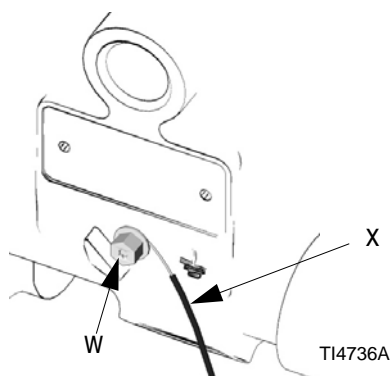

FIG. 2: Collegamento del filo di terra
- **Pompa:** Collegare un filo di terra e il morsetto come mostrato in FIG. 2. Allentare la vite di messa a terra (W). Inserire un'estremità di un filo di terra (X) di minimo 12 ga (1,5 mm²) nel morsetto di terra e serrare la vite saldamente. Collegare l'estremità del morsetto del filo di terra a una terra efficace. Per ordinare il morsetto del filo di terra ordinare codice 222011.